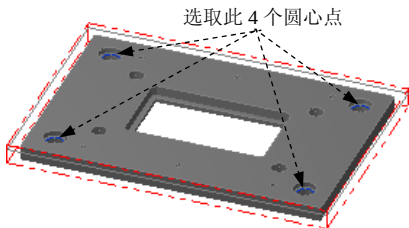

图 2.29 选取钻孔点
Step2. 设置加工区域。在“选取钻孔的点”对话框中单击  按钮，在图形区中选取图 2.29 所示的四个圆心点。单击  按钮，完成加工区域的设置，同时系统弹出“2D 刀具路径-螺旋铣孔”对话框。